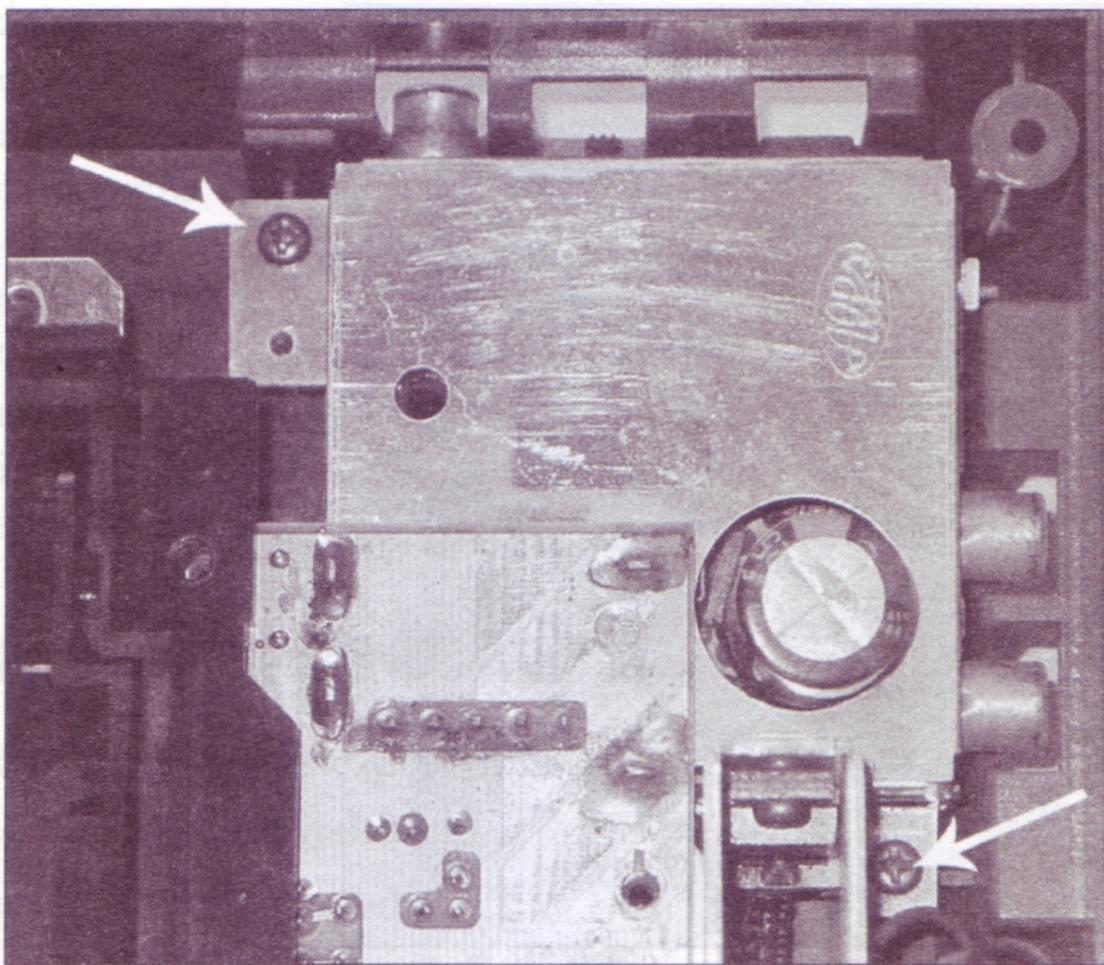

Figura 6.9 Rimozione delle due viti dal demodulatore RF.
7. Ora rimuovete le due viti che fissano il demodulatore RF al guscio inferiore (fate riferimento all'ingrandimento della Figura 6.9).